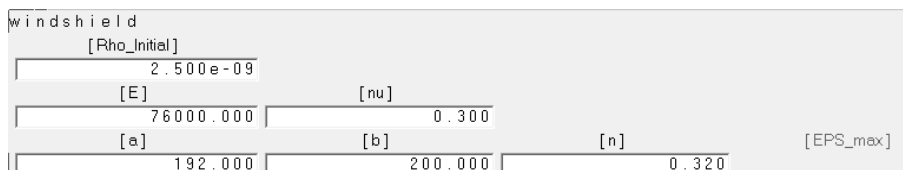

图 8-39 Windshield 材料参数
- (1) 从模型浏览树中选择 COMP-PSHELL3 和 COMP-PSHELL16。
- (2) 单击鼠标右键选择 Edit，此时弹出 Edit component 对话框。
- (3) 进入 Material 标签。
- (4) 激活 Assign material 选项。
- (5) 在 Name 栏中输入 Windshield。
- (6) 设置材料类型为 ELASTO-PLASTIC。
- (7) 在 Card image 栏选择 M2_PLAS_JOHNS_ZERIL。
- (8) 单击 Create material 按钮，弹出材料参数面板。
- (9) 根据图 8-39 所示设置 Windshield 材料参数。